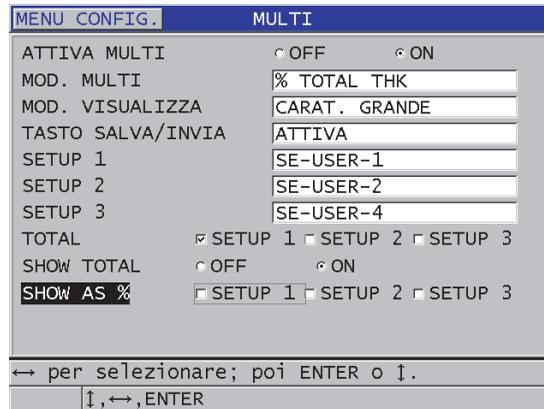

Figura 7-10 Configurazione dei parametri di misura multipla in modalità per la percentuale di spessore totale
2. Nella schermata **MULTI** (vedere Figura 7-10 a pagina 122):